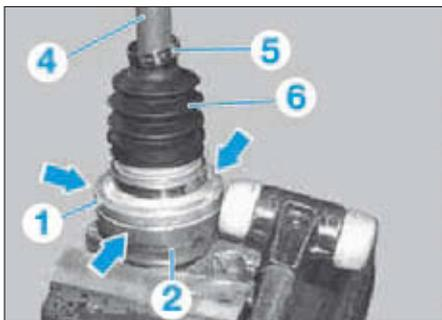

FIG. 15
- Mettre en place le collier (5) et le soufflet (6) (Fig.15).